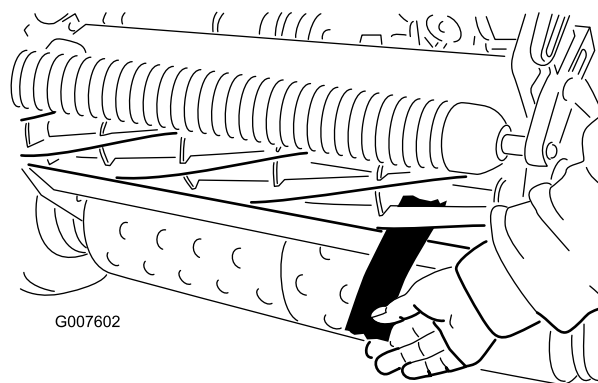

图47
12. 在滚刀与底刀间插入一长条 剪切性能检测纸，纸要与底刀垂直，检测剪切性能（图47）。缓慢向前旋转滚刀；滚刀应剪切检测纸。